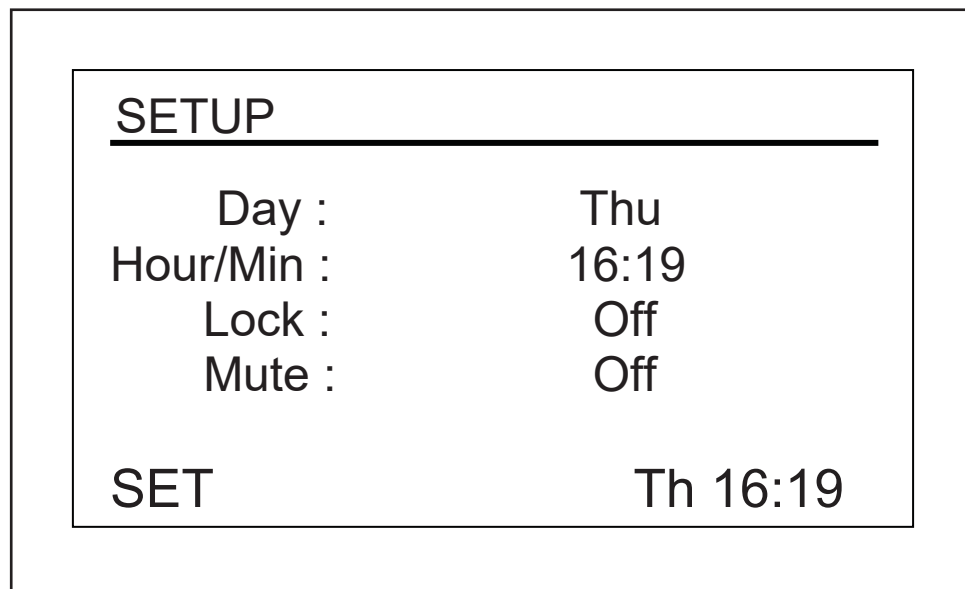

Fig. 9-5: Schermata di configurazione
1. Girare la manopola per evidenziare il giorno (*Thu*, giovedì, nella schermata di esempio, (vedi Fig. 9-5 a pag. 54)), poi farla scattare una volta verso l'interno. Il giorno lampeggerà.
1. Girare la manopola per evidenziare l'ora (16:19 nella schermata di esempio, (vedi Fig. 9-5 a pag. 54)), poi farla scattare una volta verso l'interno.
Lo stato attuale (*Off* nella schermata di esempio, (vedi Fig. 9-5 a pag. 54)) lampeggerà.